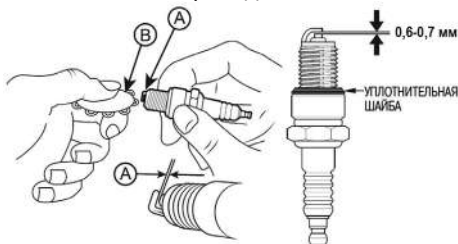

Рис. 20 Проверка зазора между электродами
4. Измерьте зазор между электродами свечи зажигания специальным щупом. Зазор должен быть 0,6–0,7 мм (Рис. 20). При увеличении или уменьшении требуемого зазора рекомендуется заменить свечу, так как регулировка зазора может привести к изменению качества искрообразования.